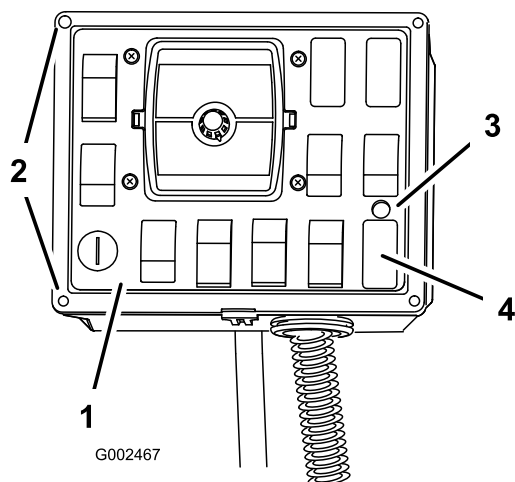

Bild 19
2. Bohren Sie im Bereich direkt über dem Ultraschall-Ausleger-Schalterstecker ein Loch mit einem Durchmesser von 9,5 mm für die Anzeigelampe (Bild 19).
8. Befestigen Sie die Frontabdeckung des Armaturenbretts mit den vorher entfernten Befestigungen am Steuerkasten (Bild 19).